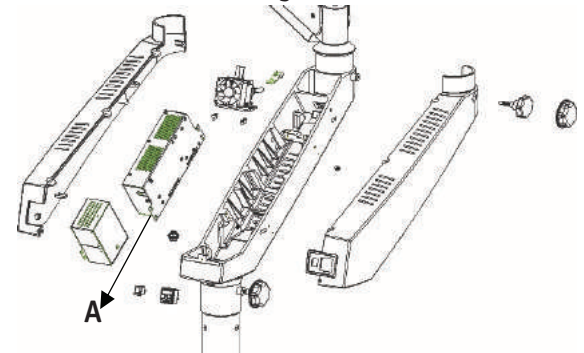

Fig. 12
- Retirer les couvercles du bras pivotant en dévissant les vis en haut et en bas comme indiqué dans la Fig. 12.
- Retirer connexions sur l'alimentation et remplacer l'ensemble d'éclairage (A) de la Fig. 12 avec un nouvel assemble et rétablir les connexions.